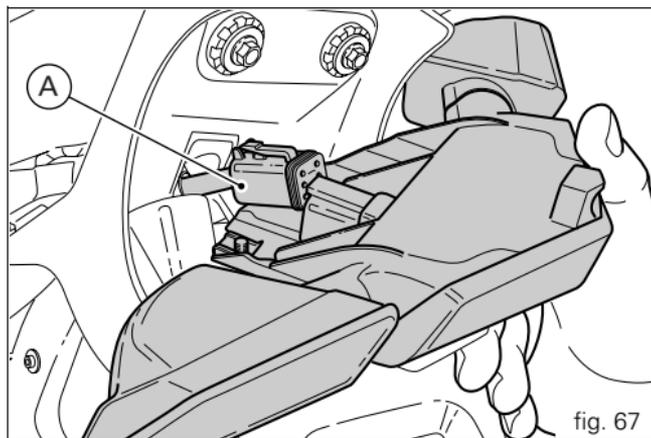

fig. 67
Débrancher le connecteur (A) du faisceau arrière et déposer le support des feux arrière (fig. 67).